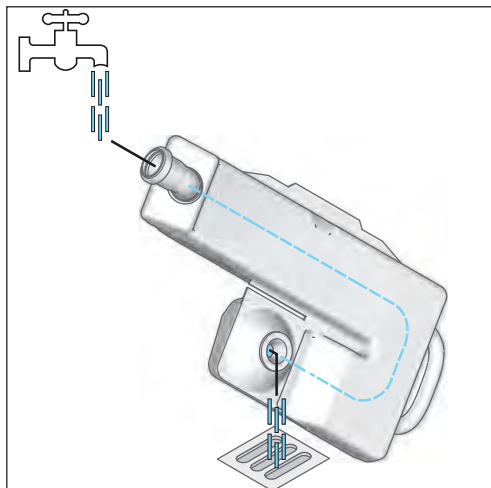

Fig. 9-8 Rinçage la boîte à condensats
- ☞ Rincez la boîte à condensats à l'eau courante selon le principe du contre-courant jusqu'à ce que l'eau qui en sorte soit claire (fig. 9-8). Ce faisant, secouez plusieurs fois la boîte à condensats pour que les dépôts puissent se détacher.